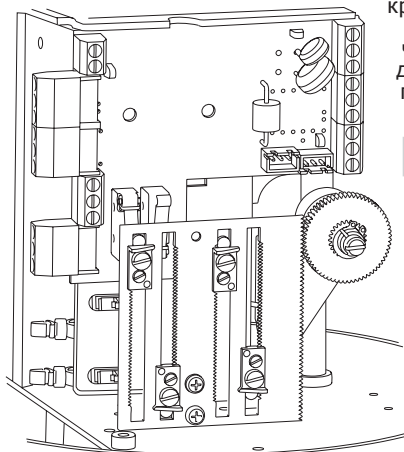

Рис. 19
- Снимите пластину крепления отключателей датчиков положения (рис. 19 и 20).